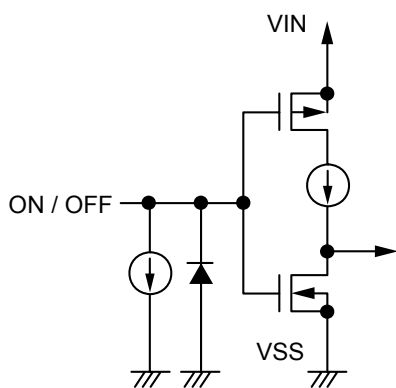
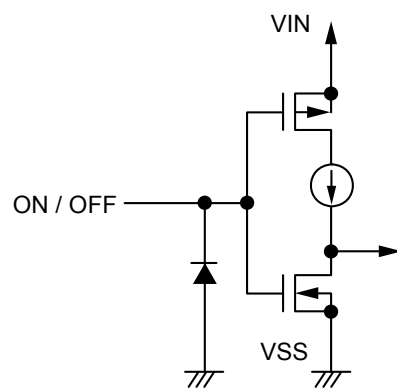

図18 S-1313シリーズA / Cタイプ
図19 S-1313シリーズB / Dタイプ
ON / OFF端子は図18、図19の構造になっています。
*1. ON / OFF端子をVIN端子に接続した状態で動作させたときのS-1313シリーズA / Cタイプの消費電流は、 $0.1\text{ }\mu\text{A typ.}$ の定電流分だけ多く流れますので注意してください (図18参照)。